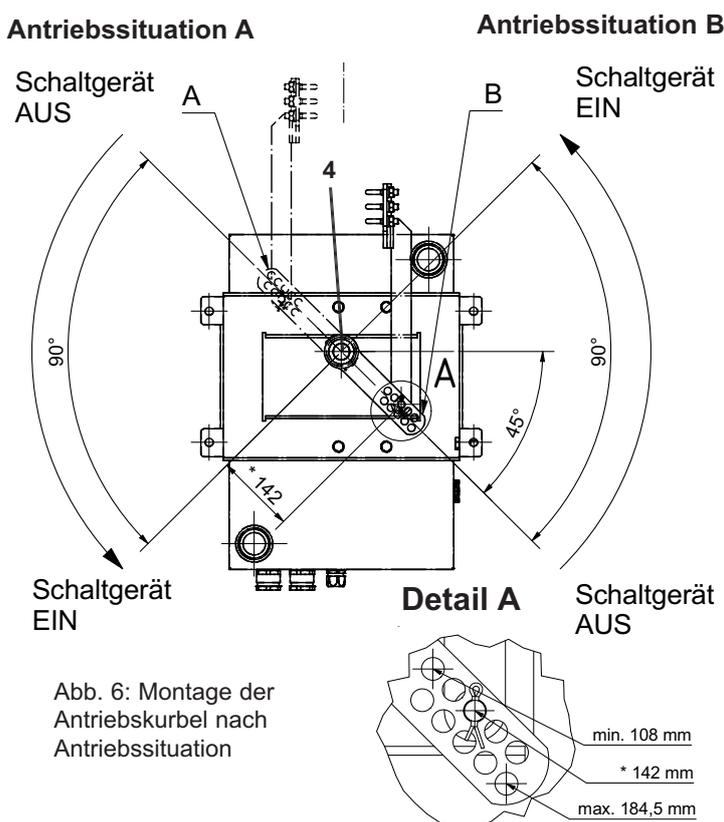

Abb. 6: Montage der Antriebskurbel nach Antriebssituation
**HINWEIS:** Die Antriebskurbel des Motorantriebes UMPlus muss vor Ort entsprechend der jeweiligen Antriebssituation montiert werden, hierzu wird der Bolzen (3) in die Antriebswelle (4) eingeführt (äußere Bohrung verwenden, Antriebskurbel bündig mit Antriebswelle) und mit dem Splint (1 x  $\varnothing 3,2$  x 2 mm) gesichert.
- **Antriebssituation A:** Antriebskurbel (B) 45° nach **oben** montiert - bei EIN-Befehl schaltet die Antriebskurbel 90° nach **unten** um das Schalterät in Position EIN zu betätigen (siehe Abb.: 6).
- **Antriebssituation B:** Antriebskurbel (B) 45° nach **unten** montiert - bei EIN-Befehl schaltet die Antriebskurbel 90° nach **oben** um das Schalterät in Position EIN zu betätigen (siehe Abb.: 6).